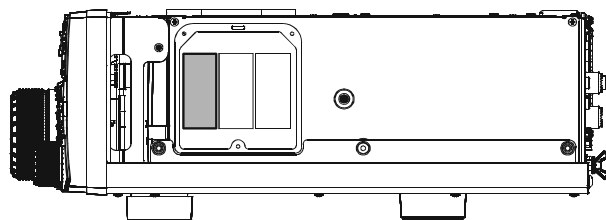

ABBILDUNG 3
5. Einbauplatz für das optionale Filter gemäß Abbildung 3 suchen. Filter so ausrichten, dass die Anschlüsse mit den Kontakt-Pins auf der Platine übereinstimmen und das Filter hineindrücken.